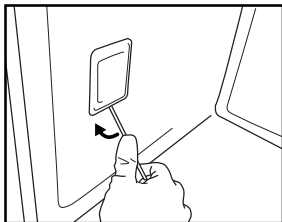

Fig. 7
3. Dégagez le cache de l'ampoule en faisant levier à l'aide d'un tournevis (Fig. 7).